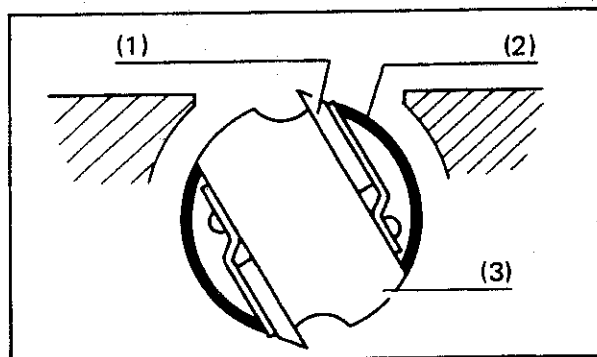

Fig. 7
- (1) Bolt
(2) Drum cover
- b. Enlever les boulons hexagonaux avec la clé à douille fournie puis enlever la capot de tambour (plateau de rétention de fer). Avec l'extrémité du manche de la clé pousser légèrement le fer vers l'extérieur. Lever le levier, en immobilisant encore le tambour à la position indiquée sur la Fig. 7; puis enlever le fer.
- a. A la position de la Fig. 7, insérer le fer de manière que les trous soient alignés sur ceux du tambour. Régler les niveleurs de bois à chaque extrémité du bord du fer et presser sur les deux extrémités jusqu'à ce qu'il y ait contact avec la surface du bâti principal.
- a. At the position shown in Fig. 7, insert the knife so the holes are aligned with those on the drum. Set the wooden levellers on each end of the knife edge and press down on both ends until the main frame surface is contacted.